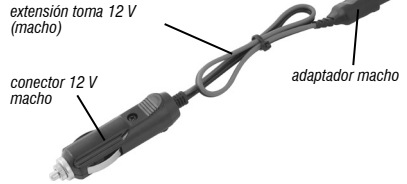

Fig. 5 – Extensión toma 12 V macho
1. Conecte la extensión 12 V, conforme Fig. 5;